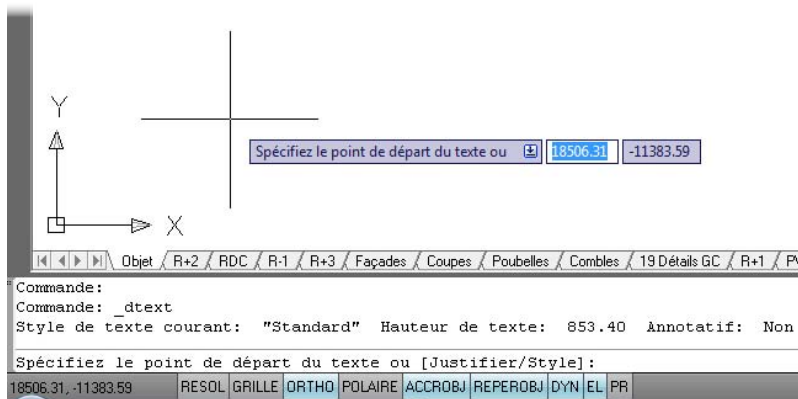

Figure 5.4
2. Spécifiez le point de départ du texte (voir Figure 5.4).